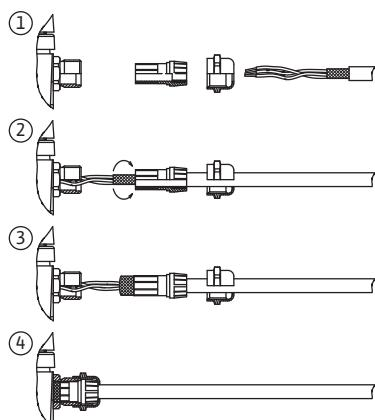

Fig. 31: Oklop kabla
- Oklop se povezuje na kablovsku uvodnicu na elektronskom modulu. Postupak povezivanja oklopa je šematski prikazan na Fig. 31.